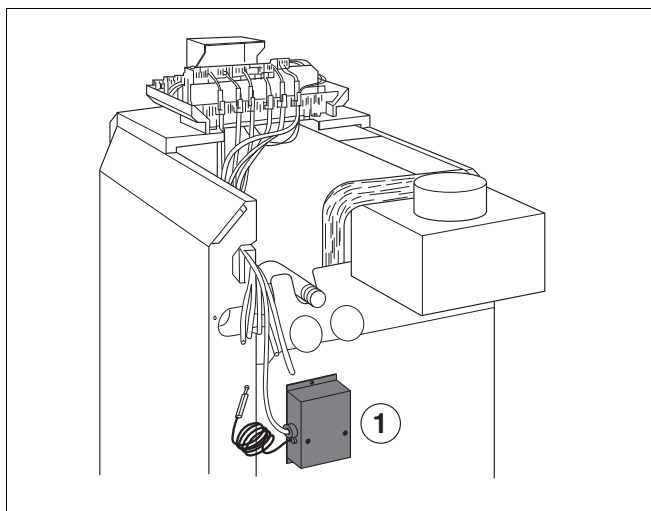

Fig. 2 Position styreenhed G124 X - eller Gaz 5000F - 28 / 32
- ▶ Skru røggasovervågningens styreenheder på med de to vedlagte pladeskruer (fig. 2 til 5).